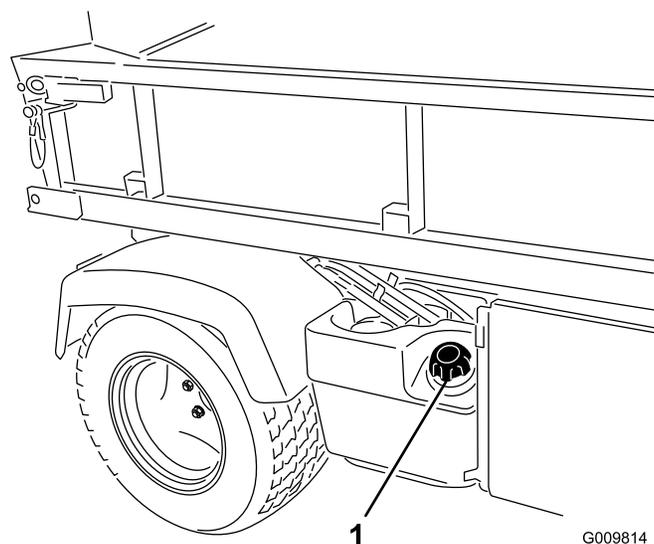

Figura 15
2. Retire a tampa do depósito de combustível (Figura 15).